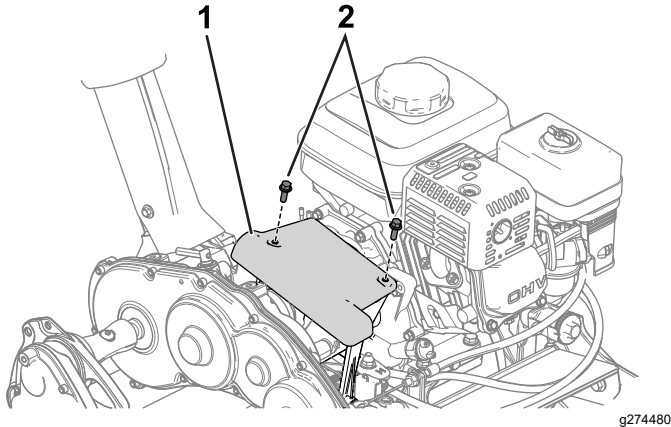

Figura 33
1. Accedete al disco di attrito e allo spingidisco rimuovendo il coperchio della frizione (Figura 33).